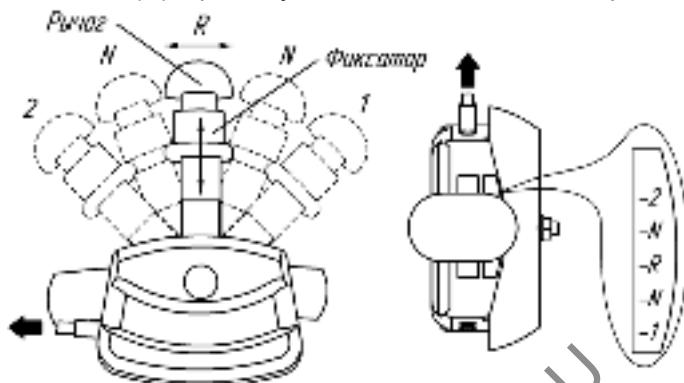

Рис.5 Рычаг переключения передач мотоблока МБ23 МультиАГРО
Для модификаций МБ23 переключение передач производится перемещением рычага на руле (рис.5): две передачи вперед (1 и 2), одна – задний ход (R), промежуточное положение – нейтральное (N).
Для переключения передач отпустите рукоятку сцепления, выjmите фиксатор, потянув его вверх и не отпуская его, переведите рычаг переключения передач в необходимое положение, соответствующее выбранной передаче, а затем отпустите фиксатор и убедитесь, что рычаг зафиксировался в данном положении (рис.5). Механизм переключателя передач имеет оригинальную конструкцию, которая включит выбранную передачу под воздействием пружинного "доводчика" после включения сцепления. При необходимости механизм переключения передач можно отрегулировать по методике описанной в разделе 19.